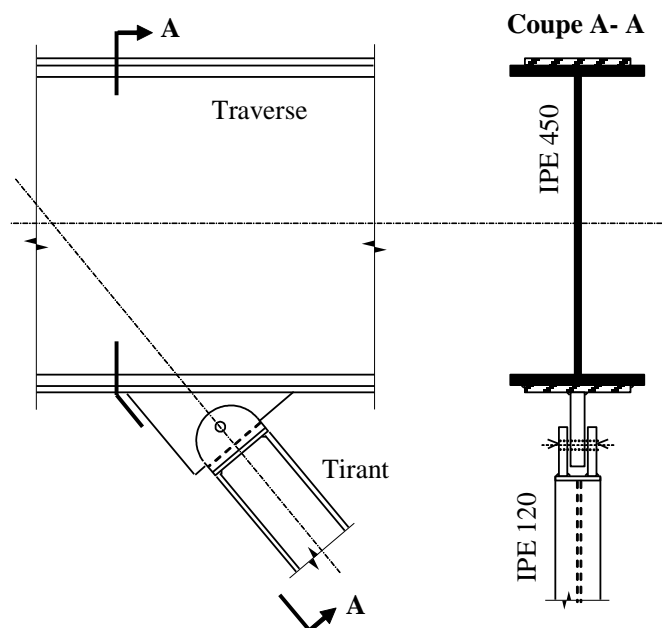

Figure 3 – Détail constructif de la liaison entre le tirant et la traverse (1:10)
- On propose de réaliser la liaison entre le tirant et la traverse selon la figure 3. Décrire le cheminement des efforts dans cet assemblage. La conception de ce détail vous paraît-elle judicieuse ?